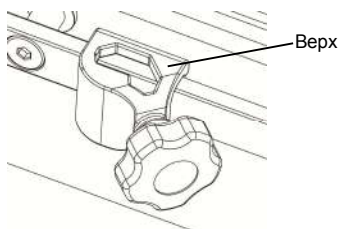

Рис. 7-5. Правильная установка зажима
1. Наденьте корпус зажима на боковой рельс операционного стола, как показано на Рис. 7-5..
- Убедитесь в том, что зажим установлен правильно, как показано на Рис. 7-5.. Невыполнение данного требования может привести к падению ножной секции и стать причиной повреждения оборудования или травмы.